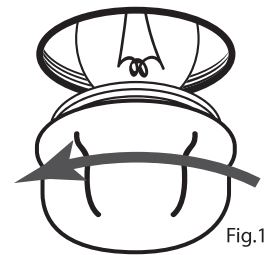

Fig.1
- Quite la tapa y luego la bombilla Fig.1.